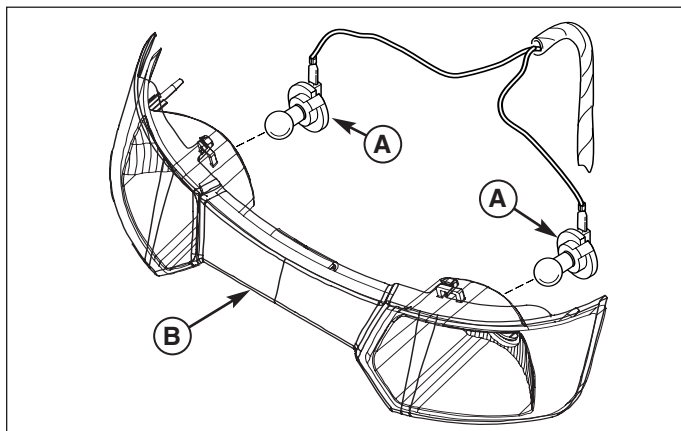

Figura 15. Faro anteriore
2. Rimuovere il portalampada e le lampadine (A, Figura 15) ruotando il portalampada in senso antiorario ed estraendolo dalla mascherina (B). Ripetere sull'altro lato.